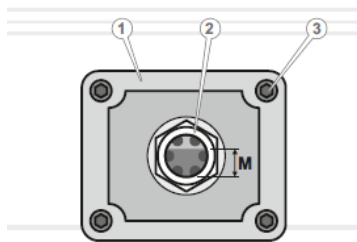

Рисунок 2. Схема перевірки рівня мастила в редукторі.
3. За допомогою гайкового ключа відкрутити показчик рівня мастила (2, рис. 2), який одночасно є пробкою отвору для заливання мастила. Не відкручувати кріпильні болти (3, рис. 2) і не знімати без особливої необхідності кришку (1, рис. 2) редуктора, оскільки це може привести до пошкодження ущільнення й утворення втрати мастила.